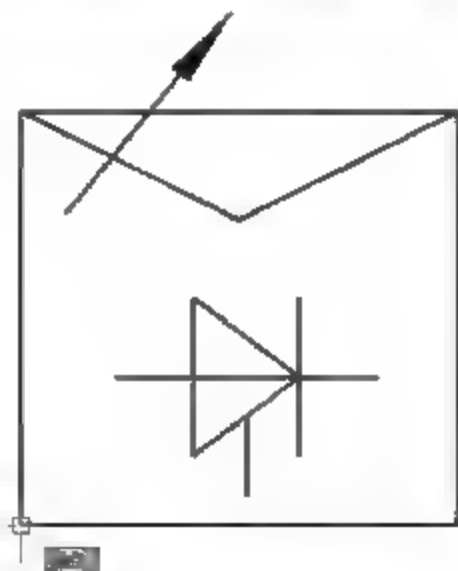

图7-7 指定基点
- 04 单击【基点】选项组中的【拾取点】按钮，返回绘图区域指定图形左下方端点作为块的基点，如图7-7所示。